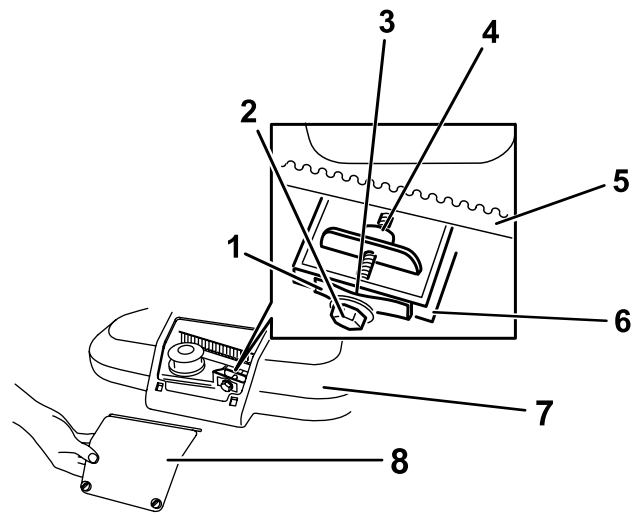

Figura 27
1. Afloje los 2 cierres de cuarto de vuelta del panel de acceso a la cubierta de la correa y retire el panel (Figura 27).
Nota: Si hay un espacio visible entre la galga y el muelle, apriete el perno de ajuste y la contratuerca hasta que la galga apenas pueda deslizarse libremente por el espacio (Figura 27).